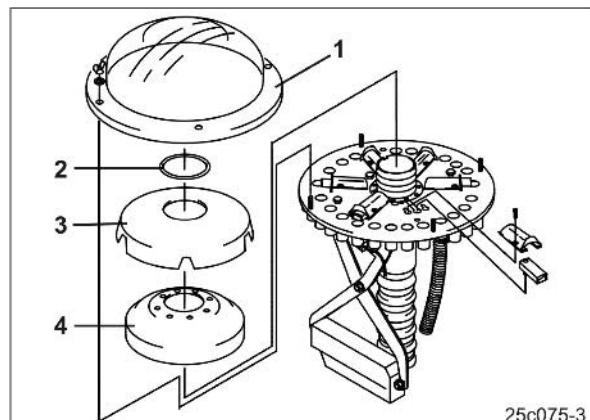

Рис. 130
В случае ненадобности заслонки (Рис. 130/2) деактивируйте.
5. Открутите болты (Рис. 130/1) lösen.
6. Удалите туннель заслонки (Рис. 130/2) entfernen.
7. Заслонка (Рис. 130/3) установлена, как изображено, в направляющей.
8. Поверните заслонку (Рис. 130/3) и вставьте в отверстие (Рис. 130/4).
9. Прикрутите шахту для заслонок (Рис. 130/2) на монтажной пластине.